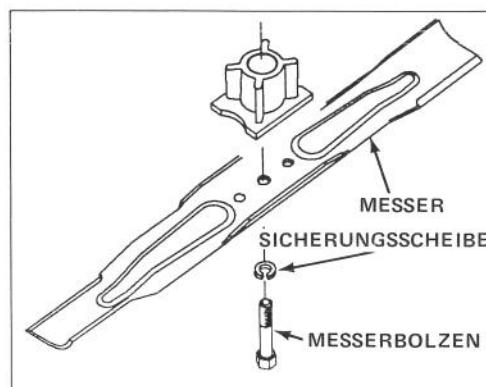

Bild 19
5. ENTFERNEN DES MESSERS – Endstück des Mähmessers mit einem Lappen bzw. einem dicken Handschuh anpacken. Messerbolzen, Sicherungsscheibe und Messer entfernen (Bild 19).